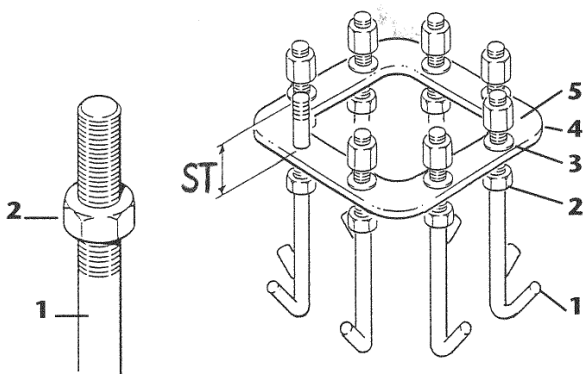

Fig.21
1. Visser sur les tirants **1** les écrous **2**, jusqu'à la côte **ST** (voir page 12) (fig. 21). Effectuez cette opération sur tous les 8 tirants.